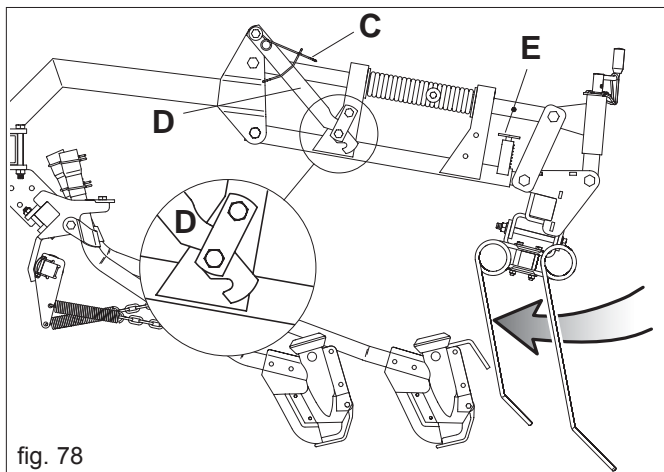

fig. 78
Per il trasporto stradale, i denti dell'erpice copriseme devono essere rivolti verso il basso (Fig. 78).
- 2) Sollevare l'erpice copriseme fino ad agganciare la leva (D Fig. 78).
- 3) Sollevare il perno (E Fig. 78) e far scorrere l'erpice fino al successivo aggancio automatico del perno (E Fig. 78).